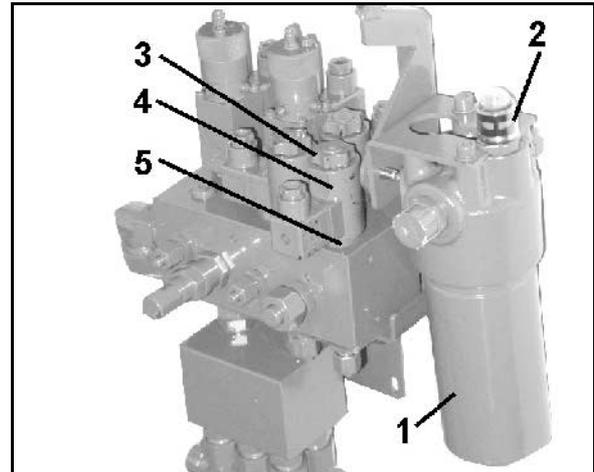

Fig. 78
Während des Betriebes (Ölumlau eingeschaltet) kann die Funktion des Hydraulikölfilters (Fig. 78/1) am Steuerblock kontrolliert werden.
Anzeige im Kontrollfenster (Fig. 78/2):
1. Magnetkappe (Fig. 78/3) abschrauben
2. Magnetspule (Fig. 78/4) abnehmen
3. Ventilstange (Fig. 78/5) mit Ventilsitzen herausdrehen und mit Druckluft oder Hydrauliköl säubern.